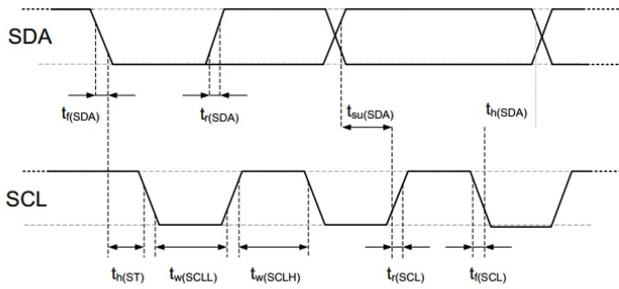

图12 数字输入/输出端的时序图、缩略语在表 8 中进行了解释。较粗的 SDA 线由传感器控制、普通的 SDA 线由单片机控制。请注意 SDA 有效读取时间由前一个转换的下降沿触发。
SDA 引脚用于传感器的数据输入和输出。当向传感器发送命令时，SDA 在串行时钟（SCL）的上升沿有效，且当 SCL 为高电平时，SDA 必须保持稳定。在 SCL 下降沿之后，SDA 值可被改变。为确保通信安全，SDA 的有效时间在 SCL 上升沿之前和下降沿之后应该分别延长至 TSU and TH0 -参考图 12。当从传感器读取数据时，SDA 在 SCL 变低以后有效 (TV)，且维持到下一个 SCL 的下降沿。
电气特性，如功耗、输入和输出的高、低电平电压等，依赖于电源供电电压。为了使传感器通讯顺畅，很重要的一点是，确保信号设计严格限制在表 7、8 和图 12 所给出的范围内）。
表 8 I²C 快速模式数字输入/输出端的时序特性。具体含义在图 12 有所显示。除非另有注明。